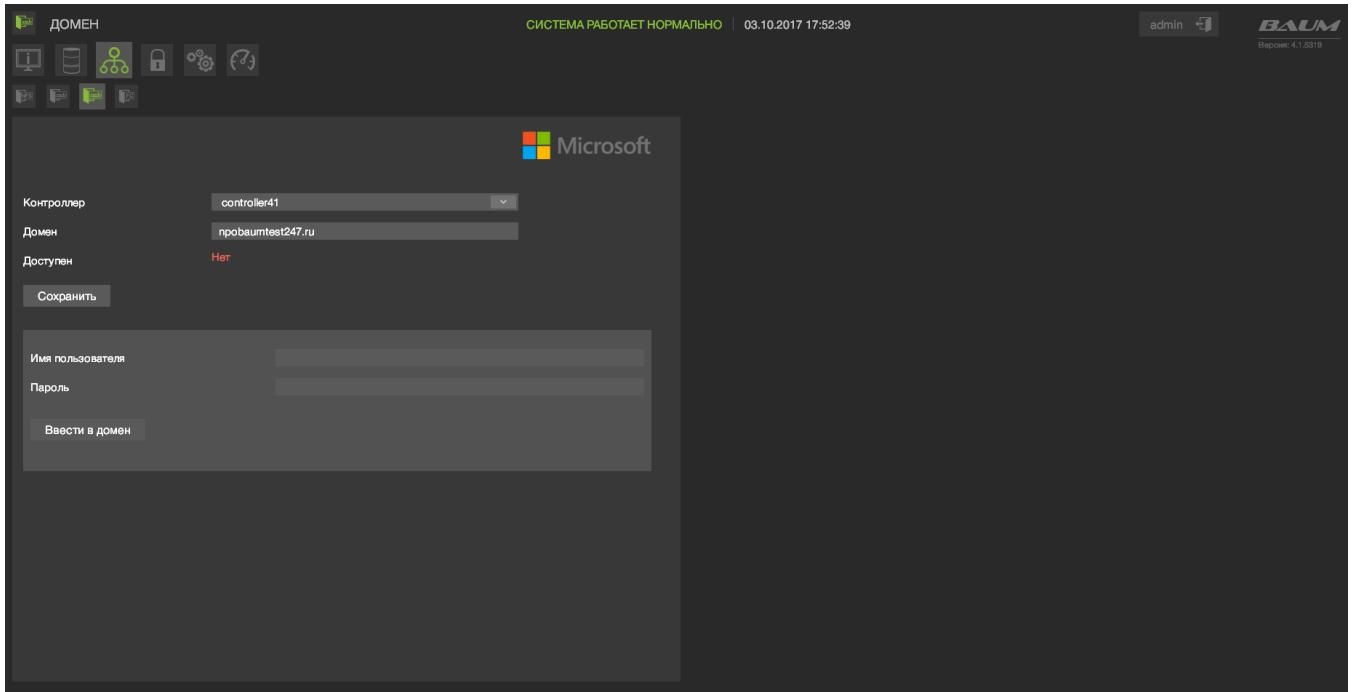

Рисунок 63 – Настройка домена
- 7) Перейти на вкладку «Протоколы» - «Домен» (см. Рисунок 63)
- 22) Перейти на вкладку «Протоколы» - «Домен» (см. Рисунок 63)